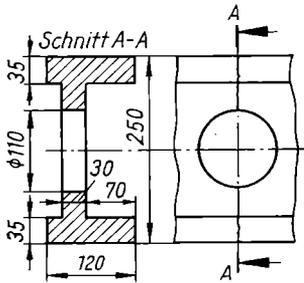

Bild 61
95. Ein Träger aus Stahlguß nach Bild 61 ist in der senkrechten Stegrippe durch ein Loch von 110 mm Dmr. ausgespart. Für die Querschnittsfläche *A—A* sollen Trägheits- und Widerstandsmoment in bezug auf die Nulllinie *N* berechnet werden.